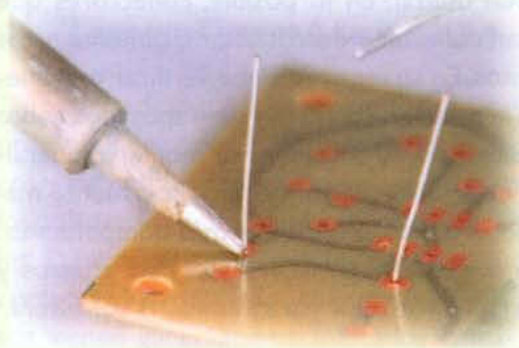

Figura 6.17. El calor se debe aplicar sobre los dos elementos simultáneamente
Paso 2: Una vez que el cautín esté bien caliente, aplique con firmeza calor con la punta a las dos superficies simultáneamente (el circuito impreso y el terminal del componente), haciendo perfecto contacto entre ellas y dejándolo así unos tres o cuatro segundos. **Figura 6.17**